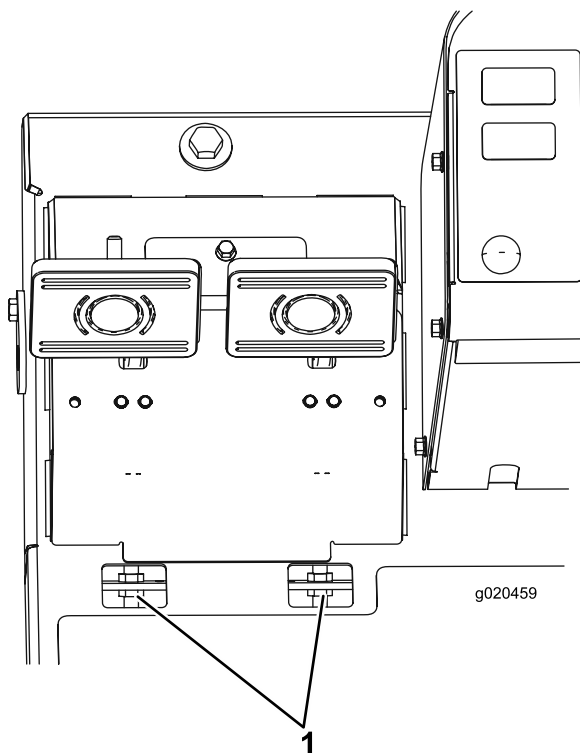

Figura 71
- B. Afloje la tuerca delantera del extremo roscado del cable de freno (Figura 71).